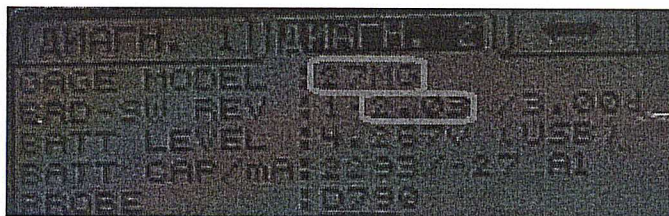

Рисунок 1
8.2.6 Прочитать на дисплее толщиномера идентификационное наименование и номер версии ПО толщиномера (рисунок 1).